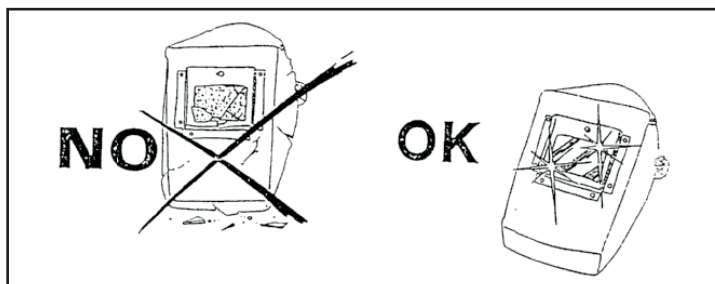

FIGURE 3
- Il est recommandé de toujours conserver le filtre coloré en bon état de propreté (verre inactinique). S'il est cassé ou détérioré (Fig.3) il devra être remplacé par un filtre avec degré d'opacité identique. Le filtre coloré doit être protégé contre les chocs et les projections de soudage et de coupage par un verre transparent positionné sur la partie antérieure du masque. Ce dernier doit être remplacé à chaque fois qu'une visibilité réduite en phase de soudage est constatée.